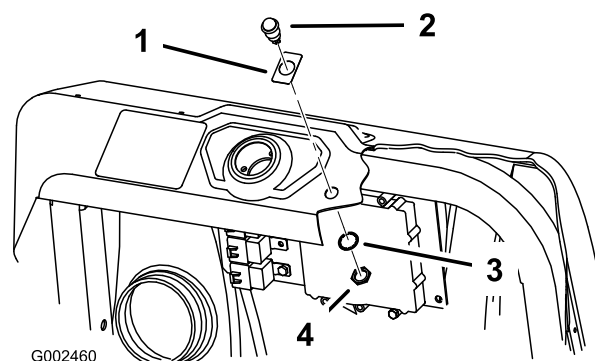
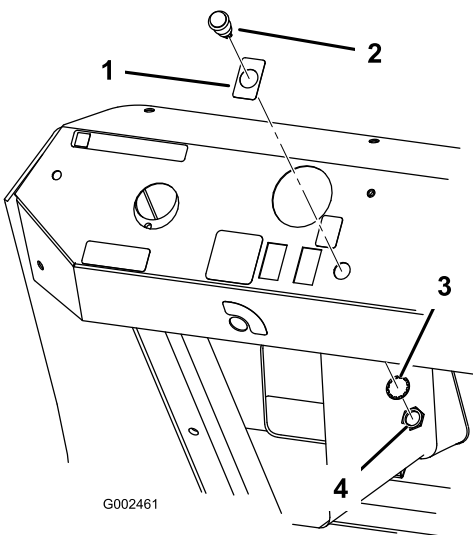

Figura 12
Figura 13
1. Instale o autocolante 94-8582 sobre o furo de luz no tablier (Figura 12 para o Multi Pro 1200 e 1250 e Figura 13 para o Multi Pro 5600 e 5700).
3. Instale a luz no tablier e prenda-a utilizando a anilha e porca (Figura 12 ou Figura 13).